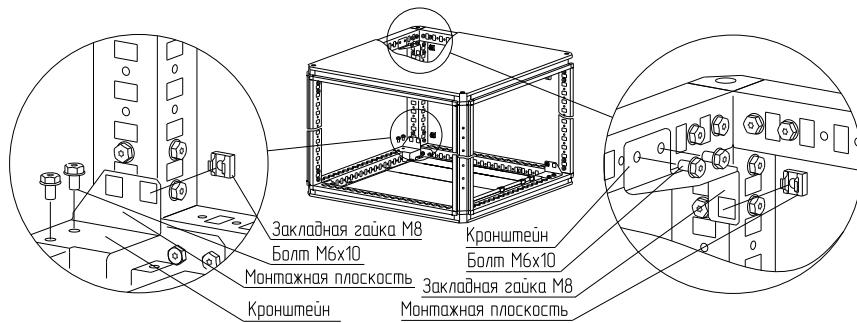

Рисунок 9
4.4.2 Закрепите на крыше и основании кронштейны болтами M6×10 (рисунок 9).
4.4.3 Установите закладные гайки M8 в квадратные отверстия кронштейнов (рисунок 9).